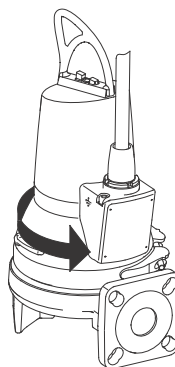

Fig. 8 Retning for rykket
3. Ved riktig tilkobling vil pumpen gi et rykk i motsatt retning av rotasjonsretningen. Se fig. 8.